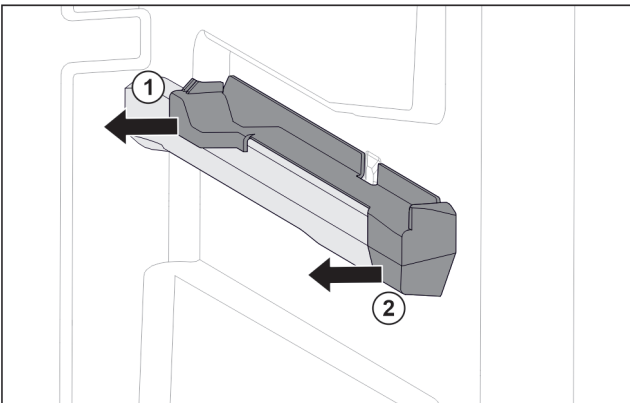

Fig. 77 Aufsteckteil auf der rechten Behälterrippe
- ▶ Aufsteckteil unten hinten greifen. Fig. 77 (1)
- ▶ Aufsteckteil hinten zur Seite abziehen. Fig. 77 (1)
- ▶ Aufsteckteil vorne zur Seite abziehen. Fig. 77 (2)